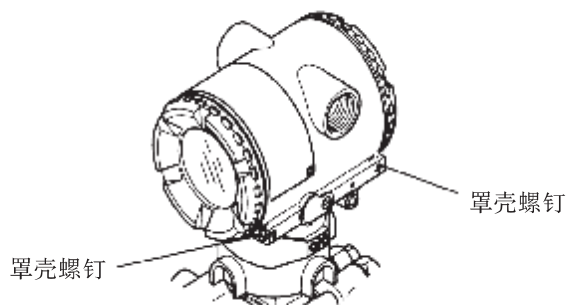

图 8.4.1 罩盖螺钉
本节讲解内藏指示计替换方法。(见图 8.4.1)
本节介绍 CPU 组件替换步骤。(见图 8.4.1)
- ②调节调零螺钉,直至螺钉头的槽孔位于水平位置,如图 8.4.1 所示。
- ③拔出输出终端电缆(尾端接棕色端子)。操作时,轻轻按住 CPU 组件上的插座,拔出电缆,使其脱离。
- ④用套筒螺丝刀(对边长 5.5mm)松开两颗螺钉套。
- ⑤沿直线取出 CPU 组件。
- ⑥拨下连接 CPU 组件与膜盒的扁平电缆,(尾端接黑色端子)。